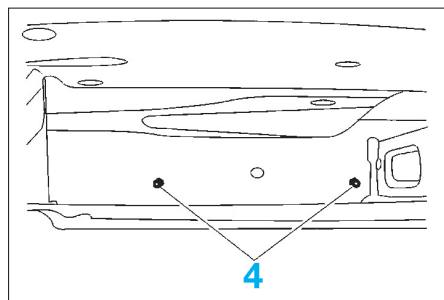

FIG. 16
- veiller à ce que les rondelles caoutchouc se trouvent à leurs emplacements en partie inférieure sur l'arceau de sécurité, et non sur les guides (4) (Fig.16).